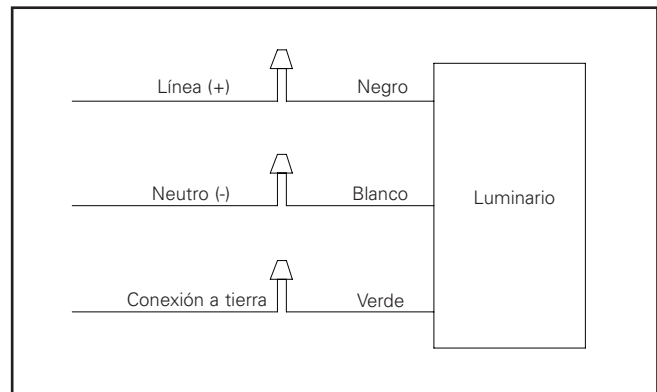
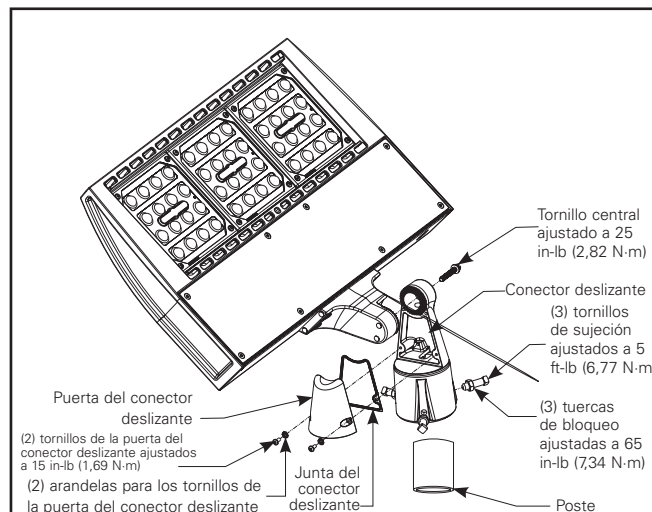
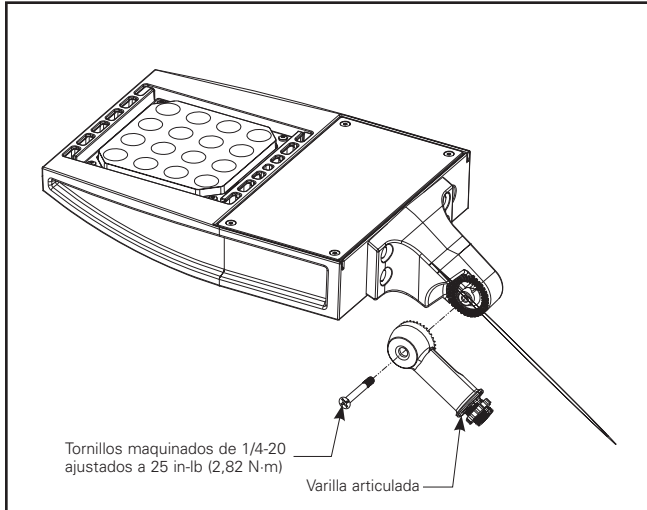

Figura 3.
Figura 6.
Figura 10.
7. Realice la conexión de potencia como se indica en el diagrama de cableado (Figura 3).
4. Consulte los diagramas de cableado para ver las conexiones de potencia (Figura 3).
1. Quite los (2) tornillos de la cubierta del conector deslizante para acceder al compartimiento de empalmes (Figura 6). Guarde el hardware.
2. Afloje los (3) tornillos de sujeción y deslice el conector deslizante sobre el poste o el soporte de montaje. Asegúrese de que los cables entrantes pasen por el brazo del conector deslizante.
3. Coloque el luminario en la dirección deseada y ajuste los (3) tornillos de sujeción a 60 in-lb (6,77 N·m).
4. Ajuste las (3) tuercas de bloqueo a 65 in-lb (7,34 N·m).
5. Si fuera necesario para ayudar a direccionar y orientar el luminario, los (4) tornillos que sujetan el luminario a los brazos se pueden retirar e invertir la orientación del luminario. Asegúrese de que los (4) tornillos se vuelvan a colocar y aprieten a 20 ft-lb (27,11 N·m) en el caso de luminarios con 1 cuadrado de iluminación, y a 30 ft-lb (40,67 N·m) en el caso de luminarios con 2 a 6 cuadrados de iluminación. Si esto fuera necesario, debe llevarse a cabo antes de realizar las conexiones de cables.
6. Realice las conexiones de cableado según el diagrama de cableado (Figura 3). Coloque las conexiones en el compartimiento de empalmes.
7. Vuelva a colocar la cubierta del conector deslizante sobre el compartimiento de empalmes y ajuste los (2) tornillos de la cubierta a 15 in-lb (1,69 N·m).
1. Afloje los (5) tornillos de cabeza Phillips plana (Figura 10) ubicados en el brazo montado en la parte posterior del luminario y, con cuidado, deje a un lado la placa de la cubierta y los tornillos.
5. Deslice la arandela de bloqueo y la arandela plana en los (2) tornillos de 1/2-13 e instale los tornillos desde el interior del brazo lateral del poste, a través del adaptador para poste cilíndrico opcional, y pasando por los orificios del poste hasta la placa de tuercas (Figura 10).
6. Ajuste los (2) pernos de 1/2-13 a 40 ft-lb (54,23 N·m) mientras se asegura de que el brazo lateral del poste esté nivelado respecto del poste.
8. Si fuera necesario para ayudar a direccionar y orientar el luminario, los (4) tornillos que sujetan el luminario a los brazos se pueden retirar e invertir la orientación del luminario. Asegúrese de que los (4) tornillos se vuelvan a colocar y ajustar. Si esto fuera necesario, debe llevarse a cabo antes de realizar las conexiones de cables.
9. Conecte los cables de suministro a los terminales del luminario que corresponden (Figura 3).
10. Para modificar el ángulo de inclinación del luminario, afloje los (2) tornillos de ajuste, gire el luminario hasta el ángulo deseado y apriete los (2) tornillos de ajuste a 20 ft-lb (27,11 N·m).
11. Vuelva a instalar la placa de la cubierta con la junta al brazo lateral del poste utilizando los (5) tornillos de cabeza Phillips plana de 8-32.
4. Realice las conexiones de cableado según el diagrama de cableado (Figura 3).